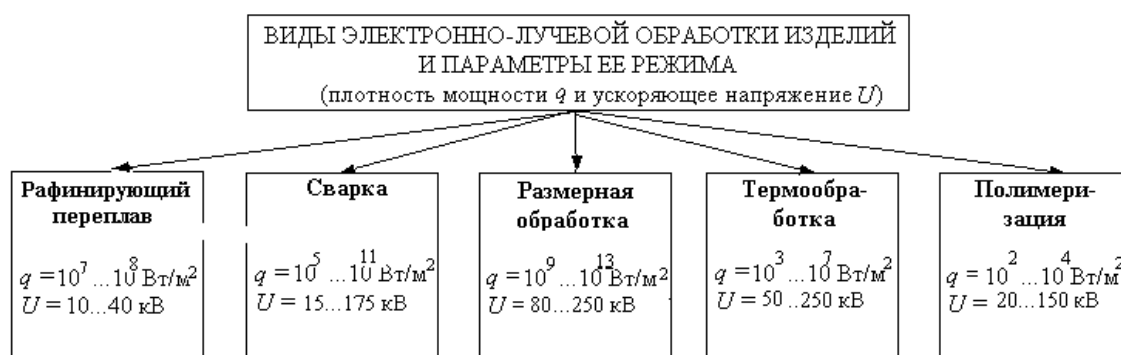

Рис. 3.1 – Различные виды электронно-лучевой обработки
3. на основании заданных (табл. 3.1) и рассчитанных параметров режима, а также данных, приведенных на рис. 3.1, рекомендовать оптимальный вид ЭЛО. Обосновать результаты.